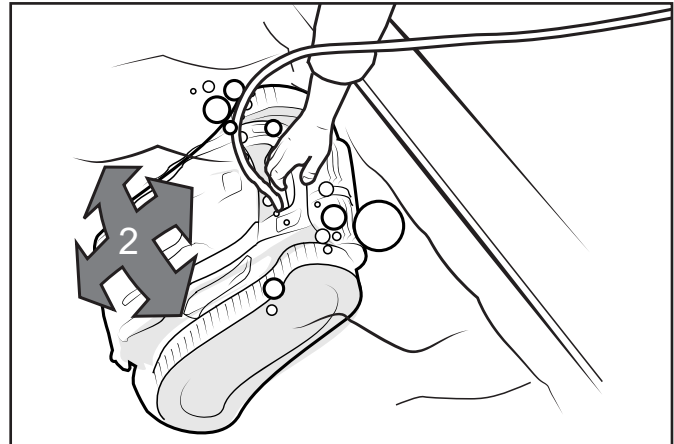

Figure 6. Nettoyeur s'enfonçant au fond de la piscine
3. S'assurer que l'unité coule au fond de la piscine et ne flotte pas (Figure 6).